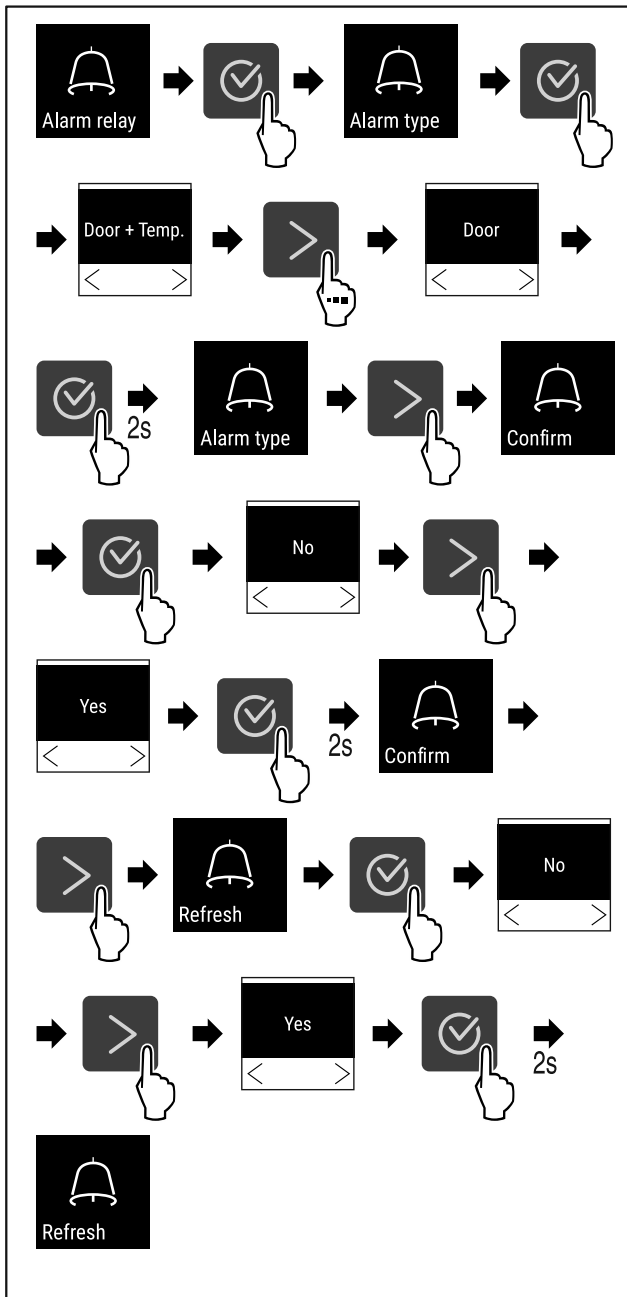

Fig. 145
- ▶ Εκτελέστε τα βήματα ενεργειών (βλέπε Fig. 145).